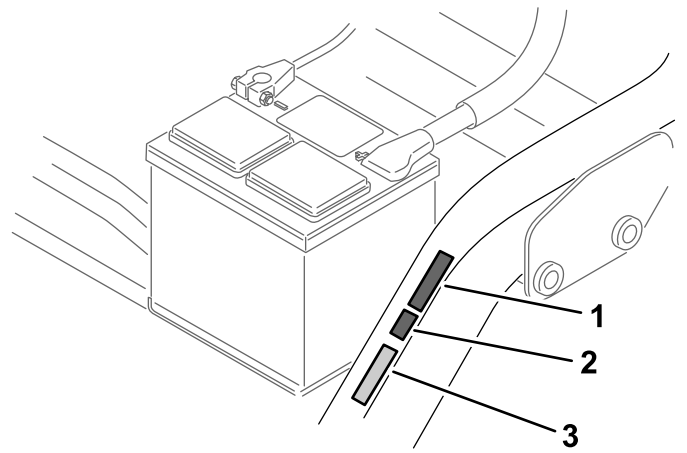

Рисунок 17
- Приклейте наклейку с маркировкой CE рядом с табличкой с серийным номером (Рисунок 17).
- Приклейте наклейку CE, указывающую год выпуска, рядом с наклейкой с маркировкой CE (Рисунок 17).